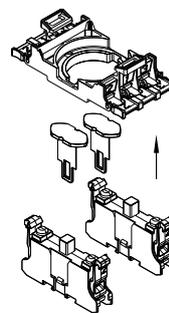

Fig. 4
- Pré-montagem dos elementos de contato no suporte de contatos (ver fig. 4): São permitidas apenas as posições exteriores para o equipamento*: